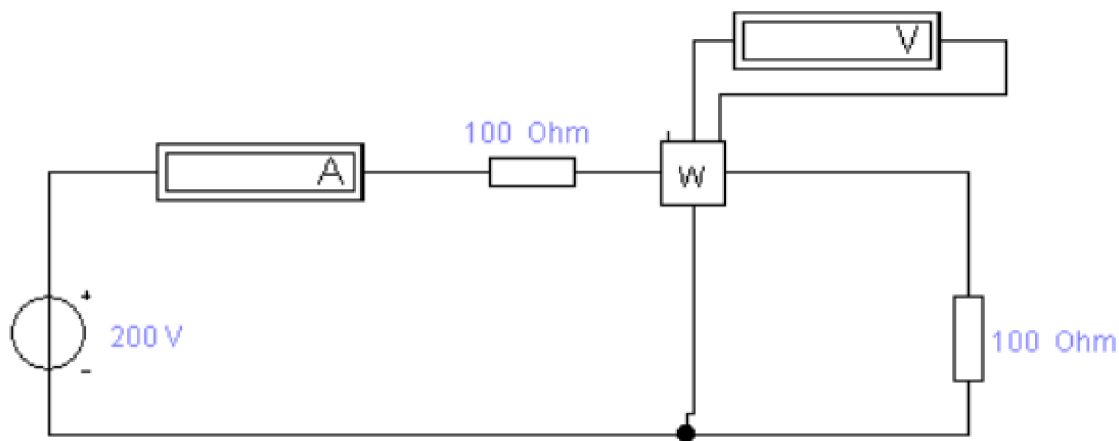

рис. 1: Рассчётная цепь.
1. Рассчитать цепь. рис. 1
В ходе лабораторной работы я рассчитал цепь рис. 1 при различных значениях напряжения в соответствии с заданными параметрами. При увеличении сопротивления резистора мощность источника уменьшается. Так же при увеличении сопротивления наблюдается уменьшение мощности нагрузки и сила тока. В свою очередь К.П.Д. возрастает по мере увеличения сопротивления.